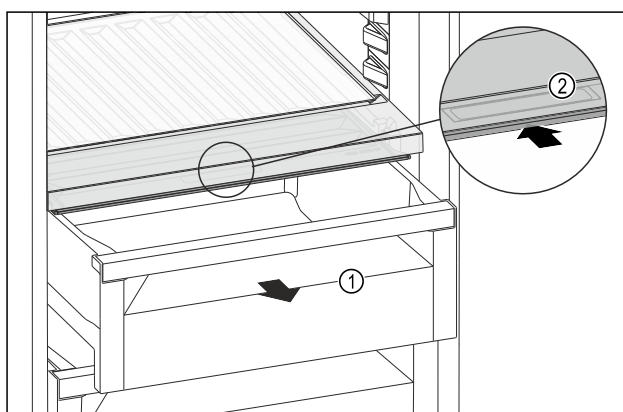

Fig. 181
- ▶ 拉出抽屉 Fig. 181 (1)。
- ▶ 抓住抽屉盖上的内嵌式拉手 Fig. 181 (2)，并同时向后推入抽屉盖。